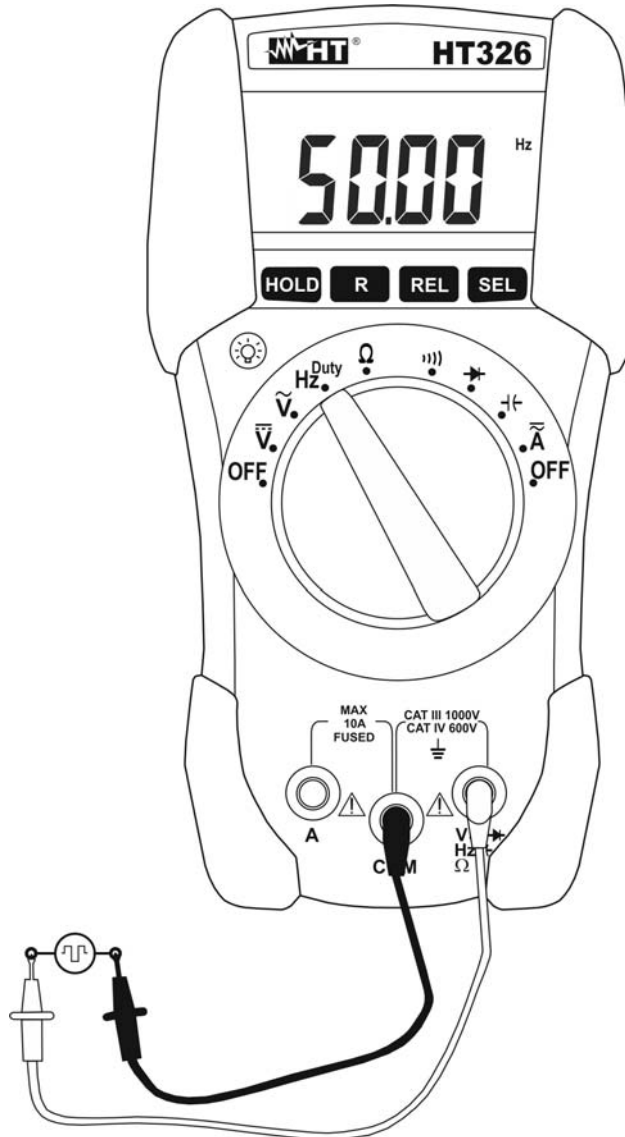

Abb. 9: Frequenzmessung und Duty Cycle-/Tastverhältnismessung
3. Verbinden Sie die Messleitungen mit dem Messkreis (s. Abb. 9). Der Frequenzwert wird angezeigt.
5. Verbinden Sie die Messleitungen mit dem Messkreis (s. Abb. 9). Der Duty Cycle-/Tastverhältnismessung wird angezeigt